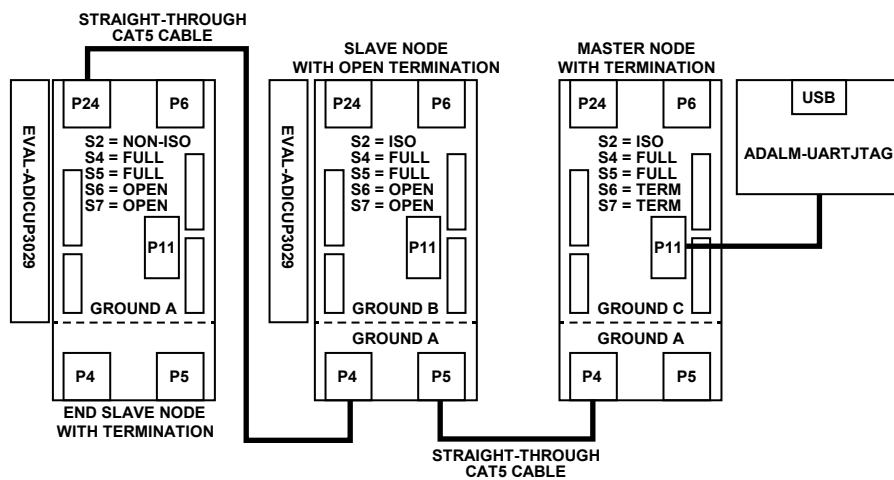

図 8. マルチノード・ネットワーク用に絶縁型と非絶縁型を組み合わせた全二重 RS-485 通信の接続図
EVAL-ADICUP3029 でインターフェースされた 2 つの異なるスレーブ・ノードを持つ絶縁型および非絶縁型両方の RS-485 トランシーバーを使用する、マルチノード・ネットワークのセットアップを図 8 に示します。それぞれの EVAL-CN0416-ARDZ ボードのオンボード・スイッチを図 8 に示すように設定し、それぞれのボードの 16 進選択スイッチを固有アドレス値に設定します。図 8 に示すネットワークをセットアップするには、以下のステップに従ってください。
2. ストレートスルー・イーサネット・ケーブルを使い、表示されたポートで (図 8 を参照) EVAL-CN0416-ARDZ ボード同士を接続します。